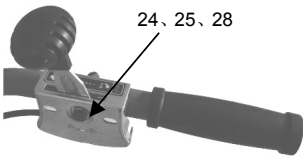

Figura 10
8. Fare riferimento alla figura 10 per installare la maniglia di velocità.